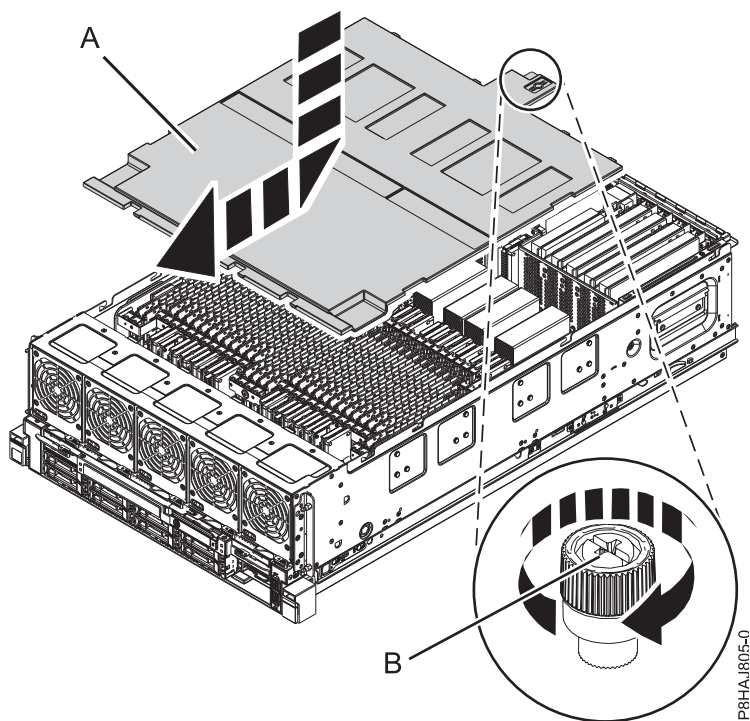

Figura 70. Substitució de la coberta de seguretat
2. Empenyeu la coberta de seguretat (A) cap al xassís.
3. Colleu el cargol de mà (B) fent-lo girar en la direcció que es mostra a la Figura 70 a la pàgina 106 per fixar la coberta de seguretat al xassís.